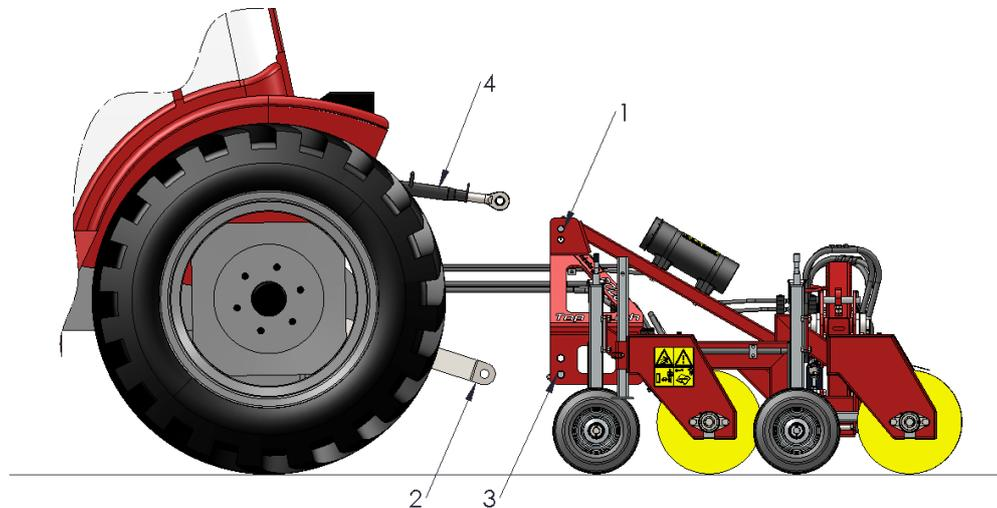

Abbildung 2
1. Entfernen Sie den oberen 3-Punkt-Bolzen (1) aus dem Gerät (siehe **Abbildung 2**).
2. Fahren Sie das Zugfahrzeug vorsichtig rückwärts, bis die Hubarme (2) an das Gerät gekuppelt werden können.
3. Kuppeln Sie die Hubarme (2) mithilfe der 3-Punkt-Bolzen (3) an das Gerät. Sichern Sie die Bolzen mit Hilfe der R-Clips.
5. Montieren Sie den Oberlenker (4) am Schlepper und kuppeln Sie diesen an das Gerät.
Das Gerät wird wie folgt abgekuppelt (siehe **Abbildung 2**):